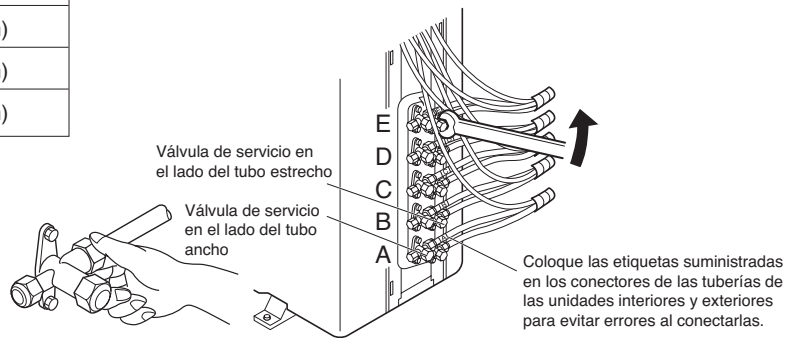

Fig. 14
- Conexión temporal: Apriete de 3 a 5 vueltas con la mano. (Fig. 14)